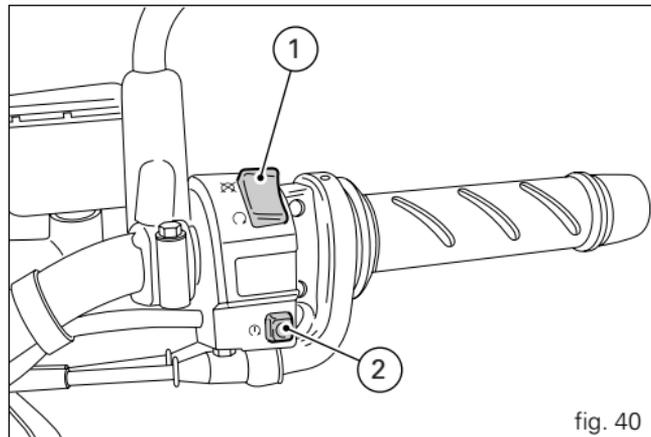

fig. 40
- 2) Certifique-se de que o interruptor de paragem (1, fig. 40) está na posição  (**RUN**); de seguida, prima o botão de arranque (2).